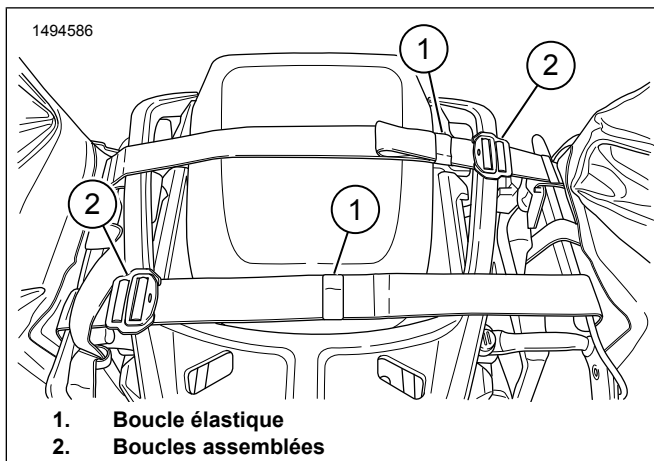

Figure 3. Sangles à travers le siège du passager
4. Figure 3 Installer les sacs sur le véhicule avec les sangles reliées au-dessus du siège du passager arrière.
6. Figure 3 Placer l'excédent de sangles dans les sangles élastiques (1).